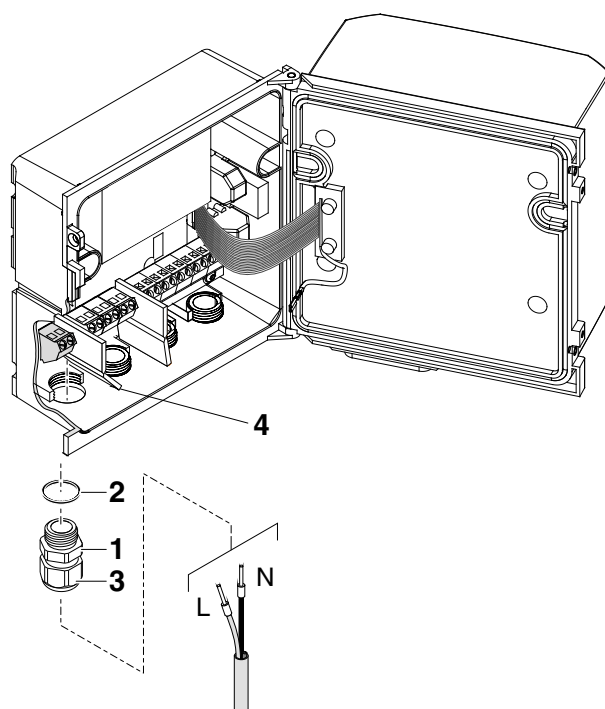

Fig. 3-16 Inserção da linha de 24V CA/CC
- 5 Aparafusar um prensa-cabo (pos. 1 em Fig. 3-16) com anel de vedação (pos. 2) na caixa por baixo da ligação de 24 V CA/CC.
- 6 Desaperte o anel de acoplamento (pos. 3).
- 7 Introduzir a linha de 24 V CA/CC através do prensa-cabo na caixa. Ao fazê-lo, dobrar o divisor flexível (pos. 4) para a direita.
- 9 Apertar a porca da tampa (pos. 3 em Fig. 3-16).